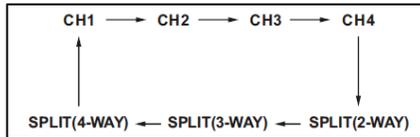

Figura 1: Seqüência de Seleção de Fonte (Todas as Opções de Fonte "Ligadas")
- Pressione o botão SELECIONAR para seqüenciar os modos de fonte de entrada como na Figura 1.